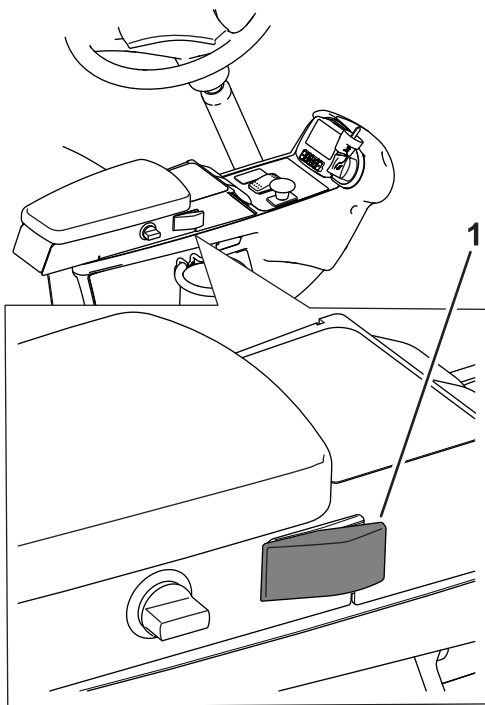
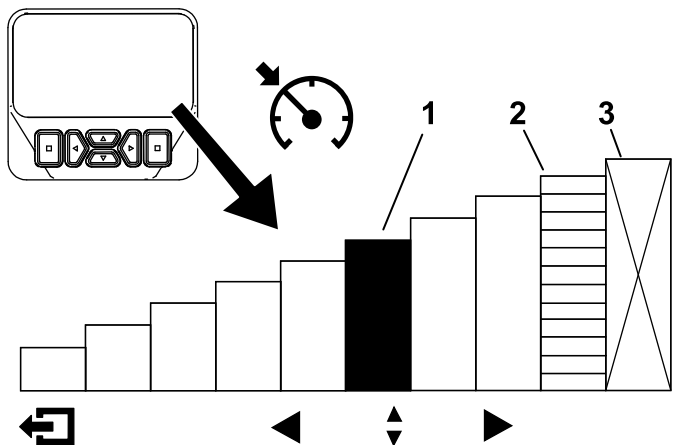

図 33
図 34
クルーズコントロールスイッチを有効化して速度を設定した後 図 33、インフォセンターでクルーズ速度の設定を行います 図 6 と 図 34。
1. コンソールのクルーズコントロールスイッチを有効にする 図 33。
2. インフォセンターディスプレイを使って、クルーズコントロールの速度設定を調整する 図 34。